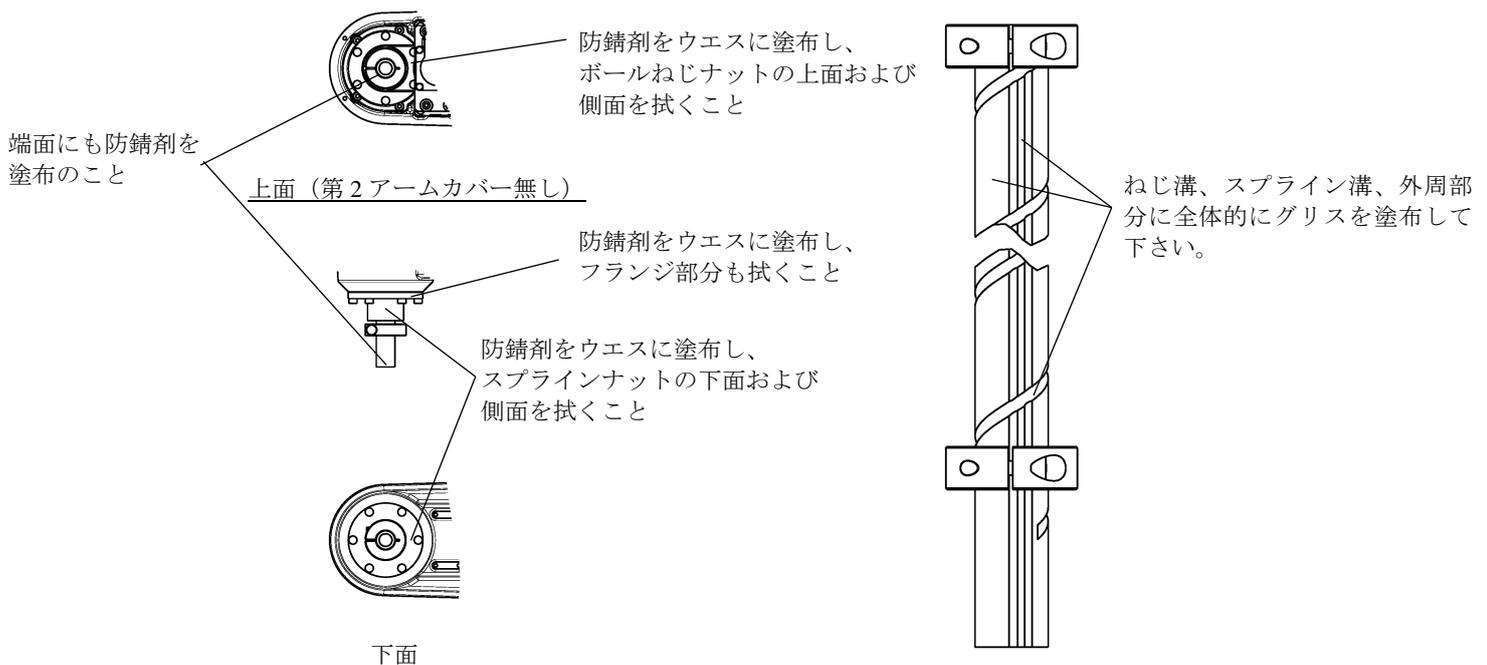

図 2.39 ボールねじスプラインユニットの防錆剤およびグリス塗布部分 (KHL-300、KHL-400)
- 5) シャフトが出ている部分に、ハケなどでグリスを塗布します。シャフトの溝が埋まる程度に塗布してください。グリス塗布部分については図2.39を参照下さい。
- 7) シャフトがボールねじナットから上側に出ている部分に、ハケなどでグリスを塗布します。シャフトの溝が埋まる程度に塗布してください。グリス塗布部分については図2.39を参照下さい。